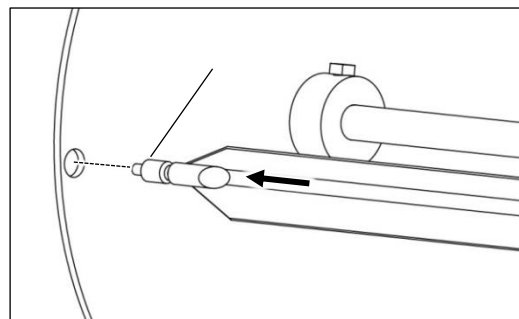

Figura 4-6
1. Como se indica en la Figura 4-6 inserte el extremo puntiagudo del pincho en un orificio en la placa en el lado izquierdo del horno.